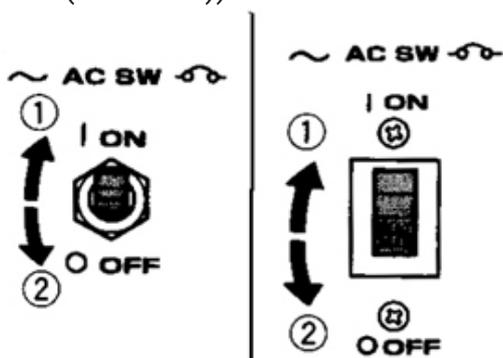

Рис.19
- (c) Після виконання належного з'єднання захисний пристрій ланцюга постійної напруги потрібно встановити в положення ON («УВИМК.»)(Рис.19) (якщо до цього він перебував у положенні OFF («ВИМК.»)).